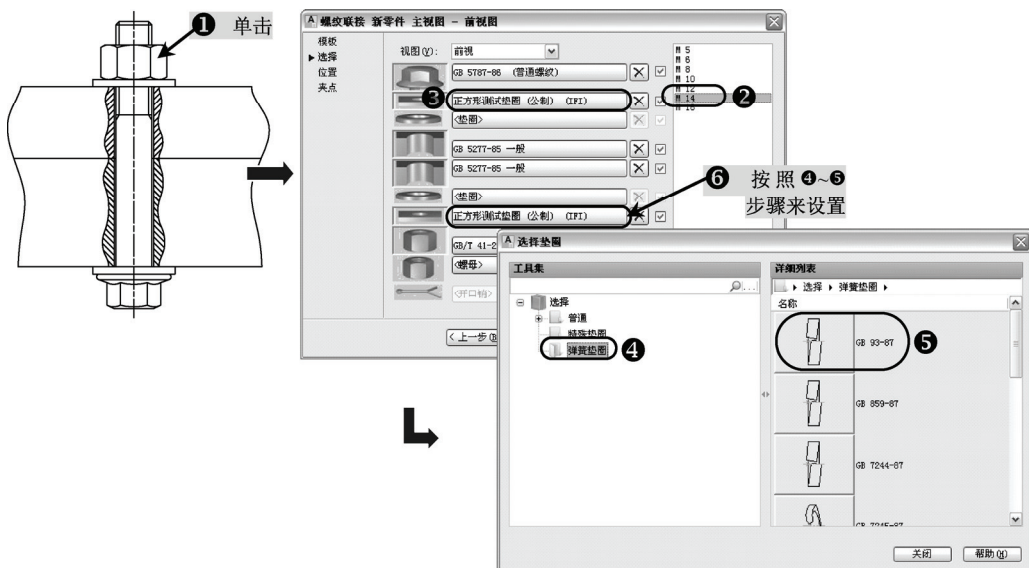

图 5-1 设置弹簧垫圈
3) 依照图示选择“M14”，单击“正方形测试垫圈（公制）（IFI）”按钮，将弹出“选择垫圈”对话框，再依次选择“弹簧垫圈→GB 93-87”并返回；单击第 2 个“正方形测试垫圈（公制）（IFI）”按钮，进行同样的选择，如图 5-1 所示。